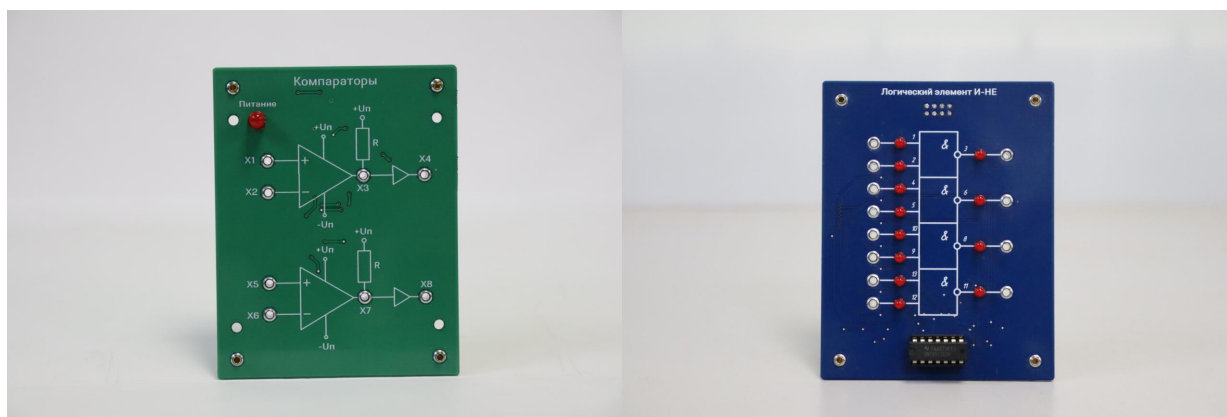

Рис. 2.2. Минимодули в виде сборки отдельных радиокомпонентов
2. Для исследования сборки отдельных радиокомпонентов (рис. 2.2).